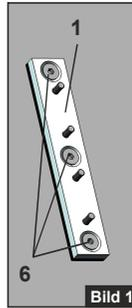

Bild 1
- Montageplatte (1) etwa mittig zum Deckmaterial über dem Sparren positionieren. (Montageplatte auf **Bild 1** beachten)
- Montageplatte mit den mitgelieferten Holzschrauben (5) befestigen (min. 32 mm Eindringtiefe in den Sparren).
- Abdeckkappe (2) anbringen.